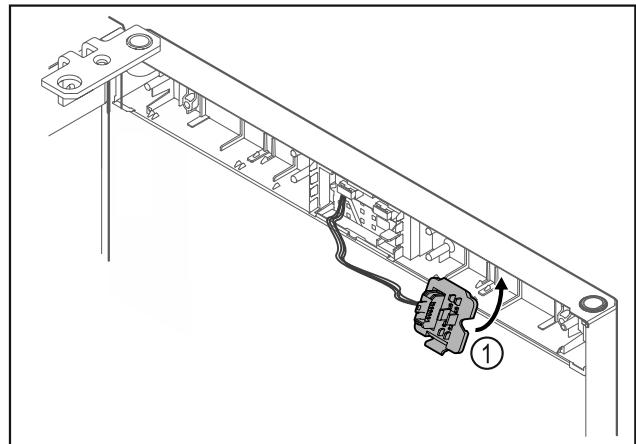

Fig. 23
- ▶ Zaistite držiak zástrčky Fig. 23 (1) na opačnej strane.